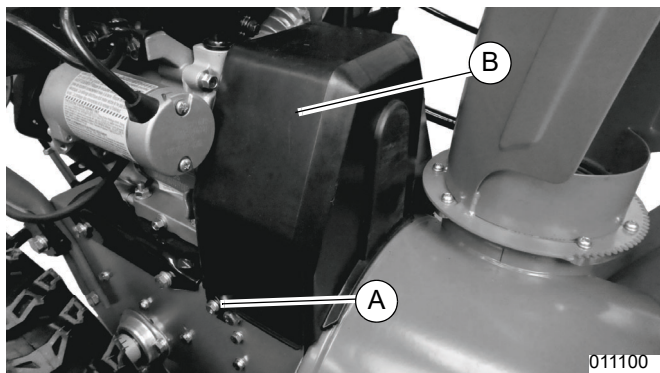

Figura 4-12. Retiro de la cubierta de la correa
1. Consulte la Figura 4-12. Retire los dos pernos y arandelas rectangulares (A) de la cubierta de la correa (B) con una llave de 10 mm. Retire la cubierta de la correa.